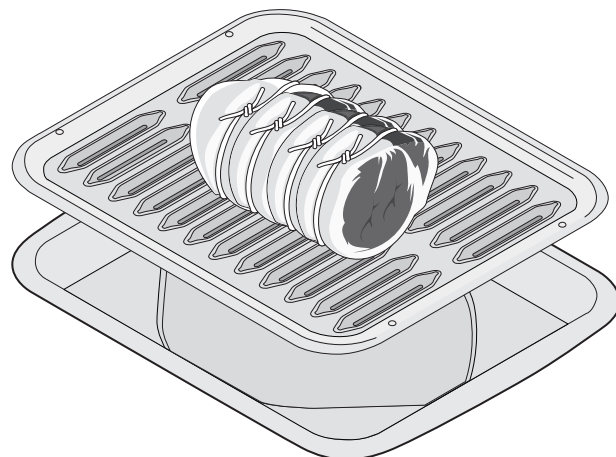

Fig. 51 Lèchefrite et grille pour le rôtissage à convection
4. Placez la viande (le côté gras vers le haut) sur la grille (figure 51). Placez l'aliment préparé sur la grille et glissez-le à l'intérieur du four.